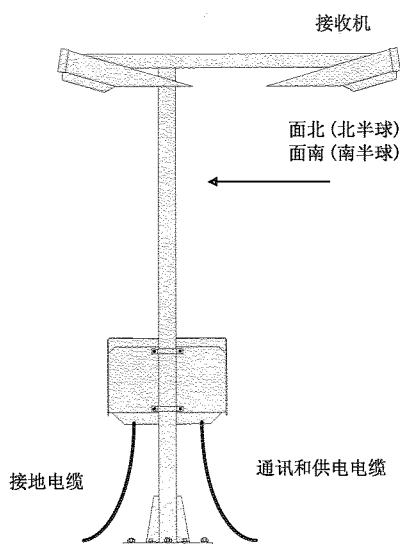

图 7-8 FD12 安装方向
(4)发射机和接收机的光学部件不应受到强光源的直射(如太阳)或反射(如冰雪反射面)。这是因为,强日光可能使接收机线路饱和,并增加接收机的噪声水平。因此,在北半球安装时应使接收机面向北,在南半球则相反(图 7-8)。另外,应避免强闪光灯的照射。有时可以根据实际情况采取屏蔽或挡板。